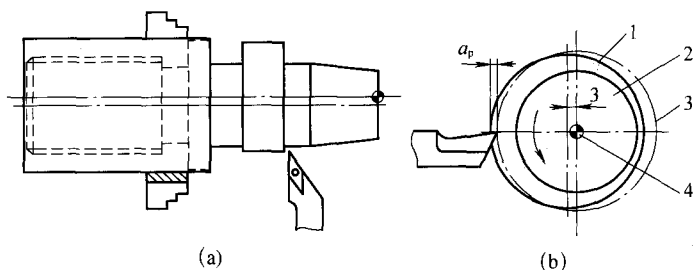

图 4
(3) 加工偏心部分程序 用三爪自定心卡盘装夹, 在一个卡爪处垫上厚度4.36mm的垫块。找正并夹紧。粗、精车偏心部分至尺寸 $\phi 40 \begin{smallmatrix} 0 \\ 0.025 \end{smallmatrix}$ mm, 如图4所示。程序如下: